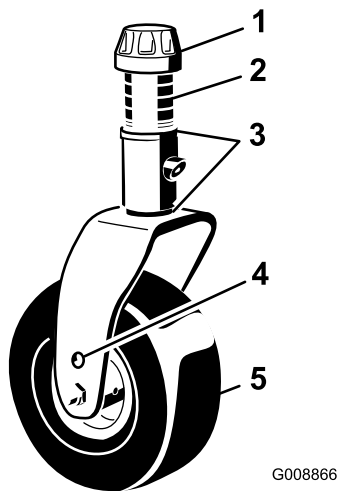

Figura 20
2. Coloque os eixos das rodas giratórias nos mesmos orifícios, em ambas as forquilhas das rodas giratórias (Figura 20). Utilize os furos de montagem do eixo da forquilha da roda giratória para obter uma altura superior do bico do soprador.
3. Retire a tampa de fixação do eixo roscado (Figura 20) e desloque o eixo para fora do braço da roda giratória. Coloque os 2 calços (1/8 pol.) no eixo, tal como se encontravam originalmente. Estes calços são necessários para atingir a mesma altura ao longo de toda a largura do soprador. Desloque um número apropriado de espaçadores de 13 mm para o eixo para obter a altura desejada; em seguida, desloque a anilha para o eixo.